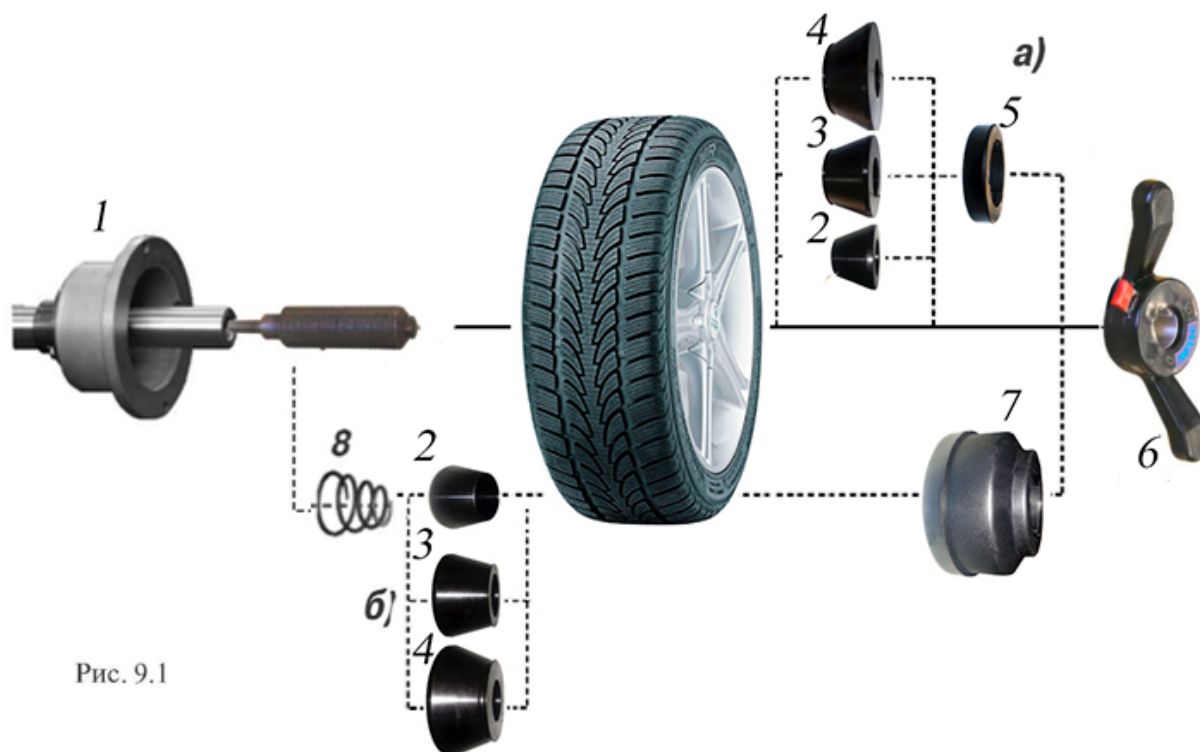

Рис. 9.1
9.2. Колеса легковых автомобилей и легких грузовиков типа "Газель" (опция) закрепляются на валу СБ за центральное отверстие диска с помощью конусов и гайки. В зависимости от конфигурации диска конус может быть установлен как с внешней стороны диска (вариант "а"), так и с внутренней (вариант "б") (рис. 9.1).